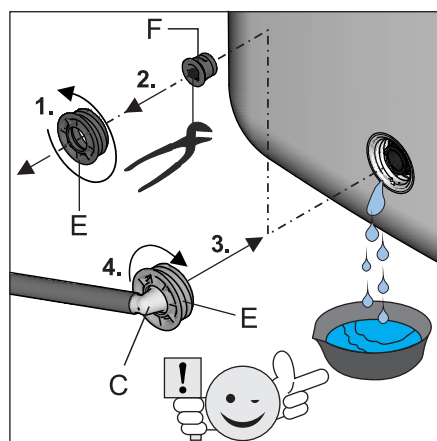

Fig. 4-3 Avvitare il pezzo di raccordo premontato nel raccordo di riempimento e svuotamento
- Dal raccordo di riempimento e svuotamento svitare il pezzo filettato (fig. 4-3, pos. E) e rimuovere il tappo di chiusura (fig. 4-3, pos. F) e **riavvitare immediatamente** il pezzo di raccordo tubo premontato (fig. 4-1, pos. C) nel raccordo di riempimento e svuotamento (fig. 4-3).